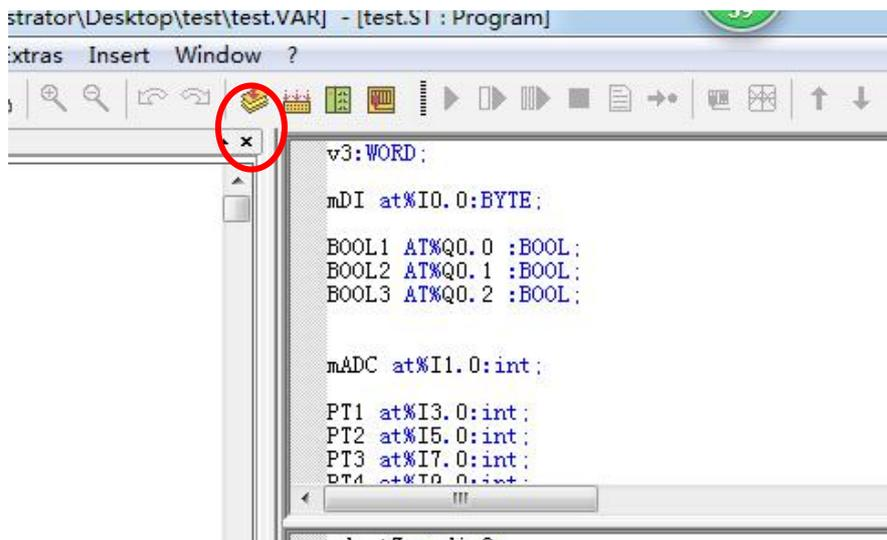

图 4.13 点击 Build Active Resource 按钮
1、完成程序编写后需点击 Build Active Resource (生成当前资源) 按钮，如图 4.13 所示。